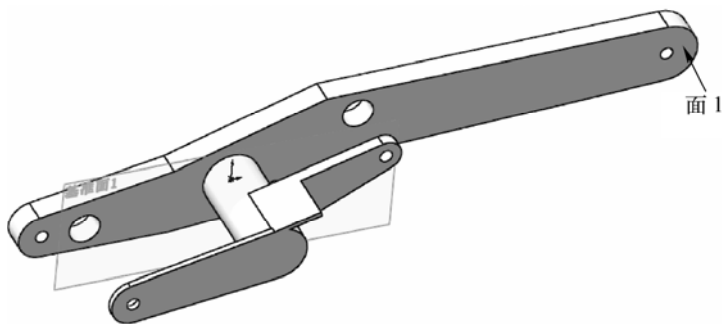
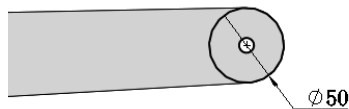

图 13-135 拉伸实体 5
图 13-136 绘制草图 6
“拉伸”属性管理器。设置拉伸终止条件为“给定深度”，输入拉伸距离为“20 mm”，单击 $\square$ （反向）按钮，使拉伸方向朝外，然后单击 $\checkmark$ （确定）按钮，结果如图 13-135 所示。
(13) 绘制草图 6。在视图中用鼠标选择如图 13-135 所示的面 1 作为绘制图形的基准面。单击“草图”工具栏中的 $\square$ （转换实体引用）按钮和 $\bigcirc$ （圆）按钮，绘制如图 13-136 所示的草图并标注。